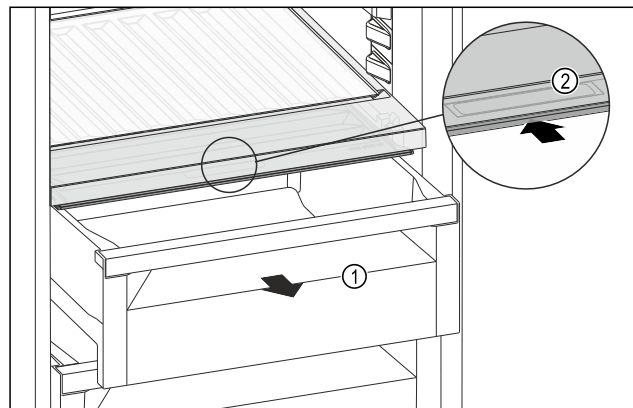

Fig. 184
- ▶ Извлеките выдвижной ящик *Fig. 184 (1)*.
- ▶ Возьмитесь за утопленную ручку *Fig. 184 (2)* на крышке отделения и одновременно введите крышку отделения назад.